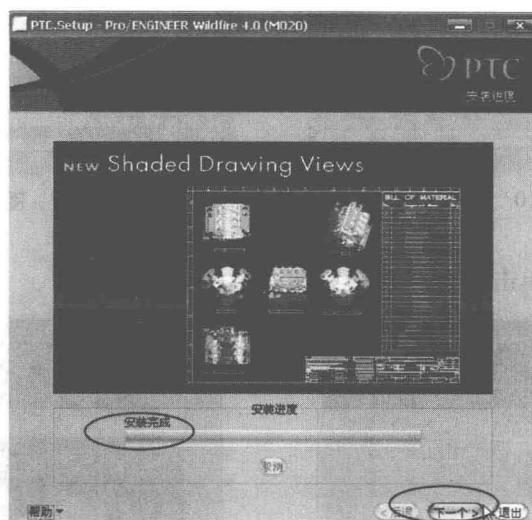

图 1-16
(10) 出现【安装完成】信息后，按【下一个】(图 1-16)。